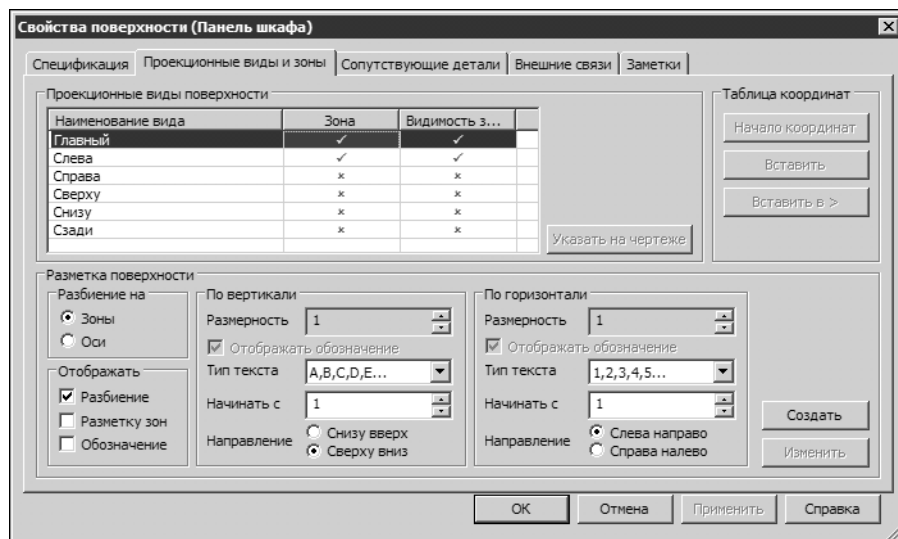

Рис. 26.12. Проекционные виды и зоны установки
3. Откройте диалог свойств той поверхности, для которой построены проекционные виды и ассоциируйте проекционные виды зон установки с геометрией этих зон на схеме расположения (рис. 26.12 на с. 386).